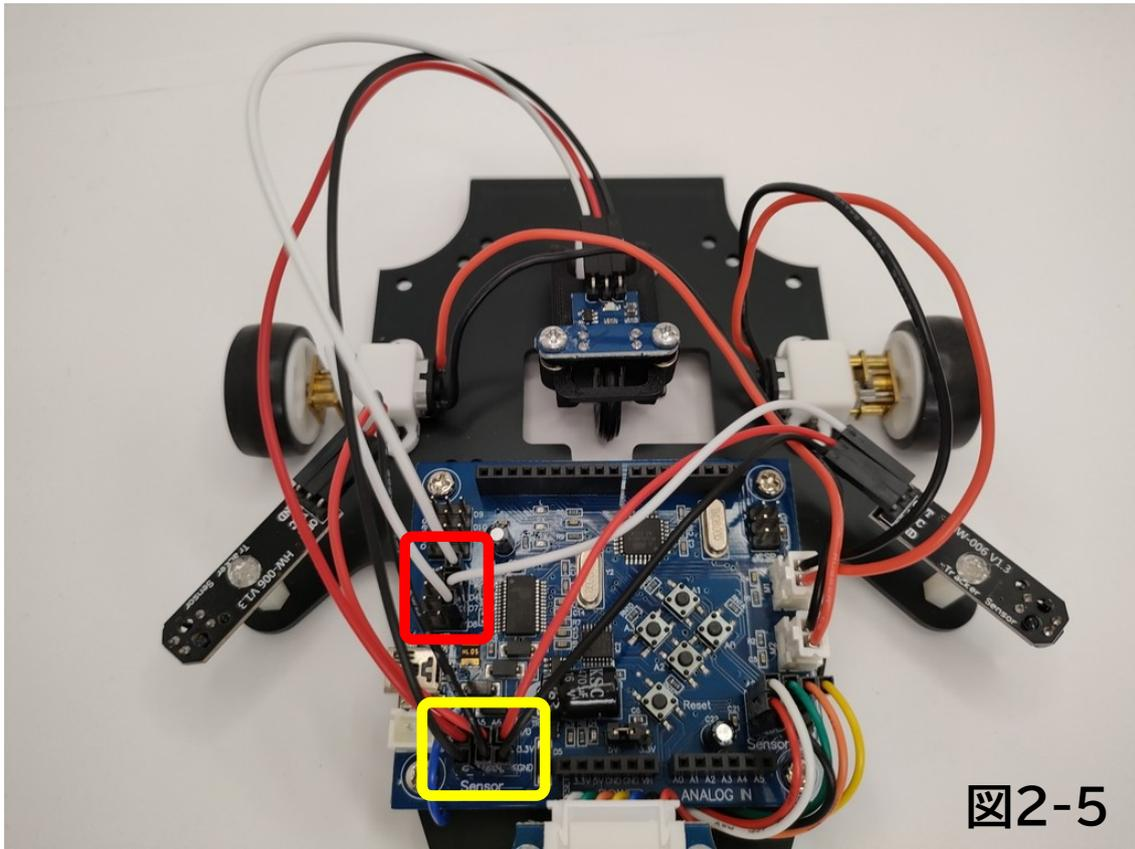

図2-5
4. 図2-5のように「ロータリーエンコーダ」も19ページの3. の工程と同様に「白」「赤」「黒」の「ジャンプワイヤー」を「Studuino」に接続します。